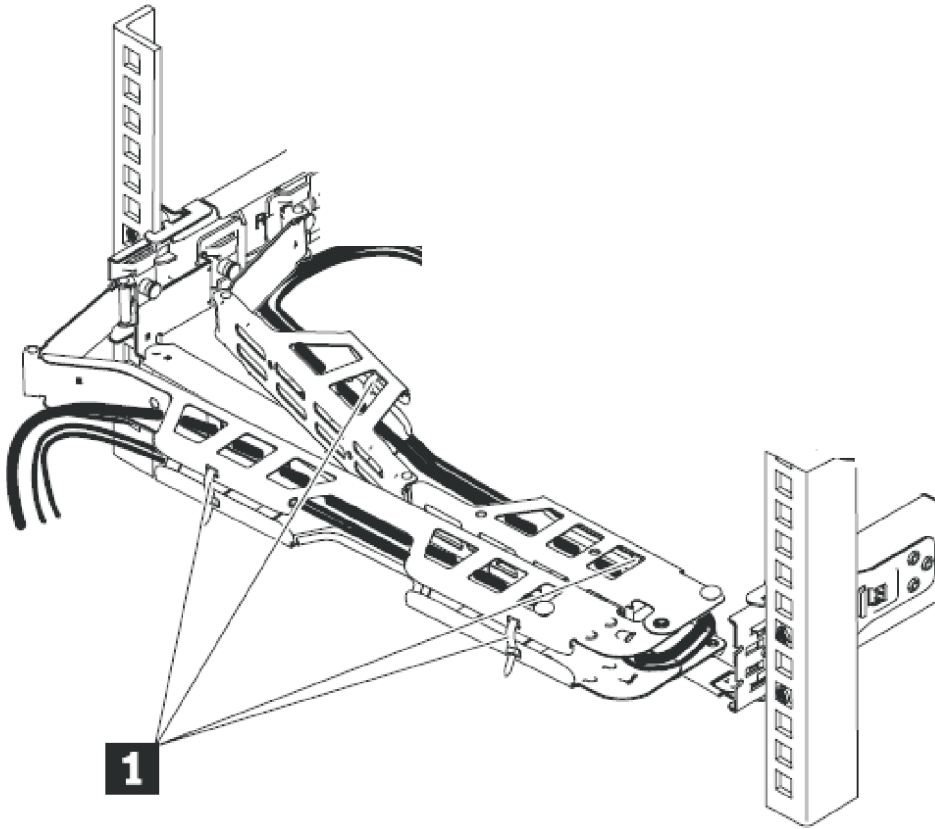

图 29. 连接和布放电缆
- a. 如第 32 页的图 29 中的 **1** 所示，将数据线和电源线沿电缆管理臂布放。